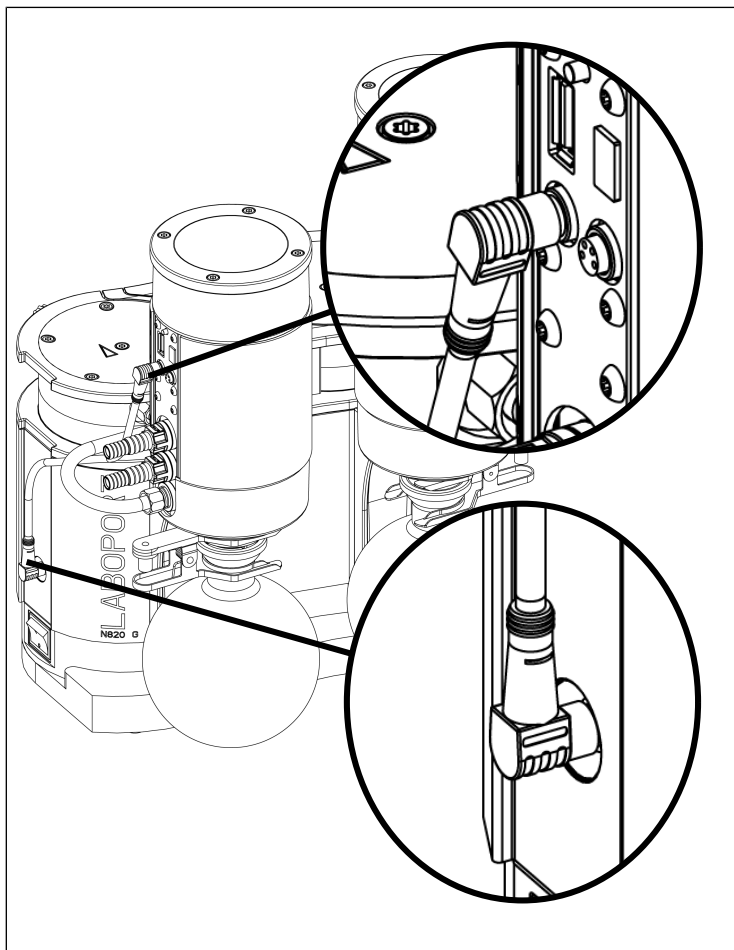

Fig.7: Collegamento del cavo di segnale
1. Collegare il cavo di segnale alla pompa (vedere Fig. 3/7) e al separatore (Fig. 23/3) (vedere Fig. 7). Durante il collegamento accertarsi che il cavo venga inserito sotto il collegamento tubo flessibile.
- i** Accertarsi che il cavo di segnale sia correttamente allineato sul separatore (angolo 30°; vedere Fig. 7).